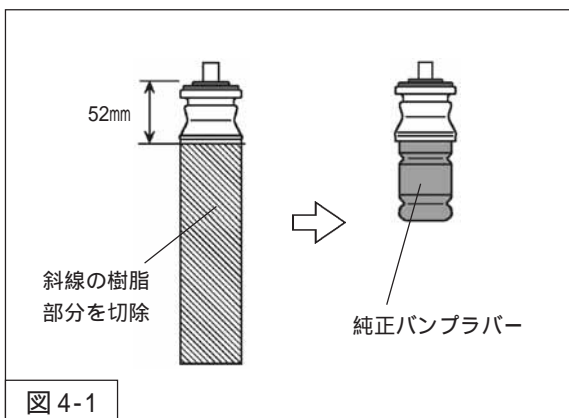

図 4-1
・ダストブーツ部分が純正アップアマウントと一体になっている場合は、図4-1を参考に樹脂部分を切除してください。
2. 純正アップアマウントは、固定されている純正バンブラバーを取外し、リアダンパーASSYに組付けてください。(図4-1)